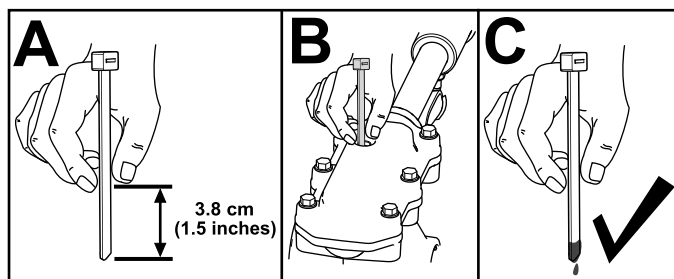

Figure 29
3. Contrôlez le niveau d'huile au moyen d'un dispositif de mesure adéquat, par exemple un serre-câble propre. Le niveau d'huile doit se situer à 3,8 cm (1,5 po) environ sous l'orifice de remplissage (Figure 29).